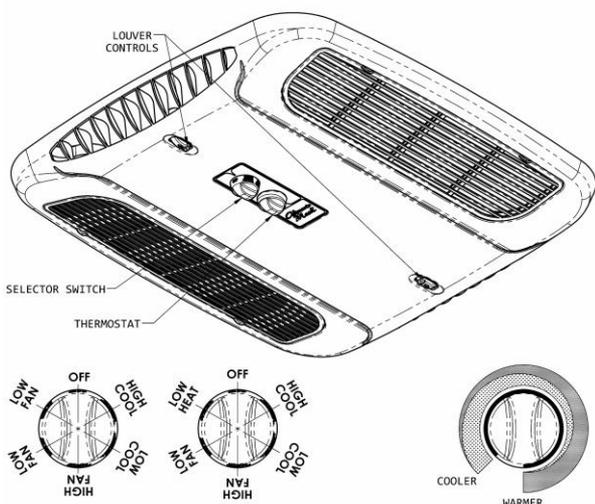

Figure 1
**A.** Le sélecteur – le sélecteur détermine le mode de fonctionnement du pompe a chaleur. En le tournant, l'opérateur peut obtenir toutes les fonctions du système voulues. Celles-ci varient selon les options de l'unité du toit et du plafond. Le figure 1 illustre l'emplacement du sélecteur et énumèrent toutes les fonctions disponibles par modèle.
Pour les modèles «chaleur/refroidissement», le thermostat contrôle aussi les réglages de température «ON» et «OFF» du radiateur. Voir figure 1 à la page 22.
(se reporter aux figure 1, page 22).
#### IV. Pour chauffer (modèle de plafond «Elect-A-Heat» seulement), se reporter aux figure 1, page 22.